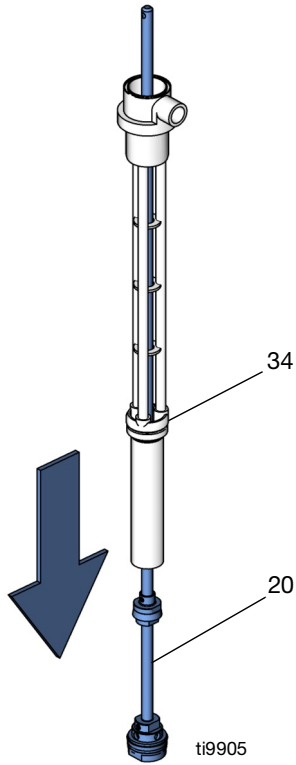

ABB. 19
8. Förderwelle (20) aus dem unteren Teil des Pumpensockels (34) herausziehen. Siehe ABB. 19.